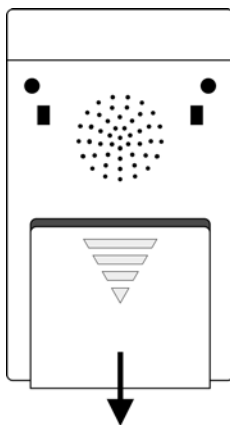

Abbildung 1: Akku-Fach
- a) Auf der Rückseite befindet sich das Akku-Fach, dessen Abdeckung kann zum Öffnen nach unten geschoben werden. (siehe Abb. 1).